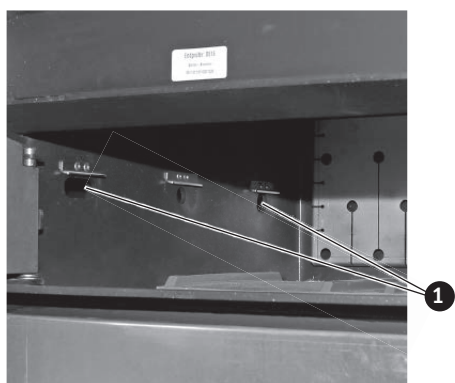

Fig. 64 Sganciare le lamiere ad aggancio; controllare le aperture per l'aria primaria.
- ▶ Sganciare le lamiere ad aggancio nella camera di riempimento sui due lati e controllare le aperture sottostanti per l'aria primaria, all'occorrenza liberarle – Fig. 64.